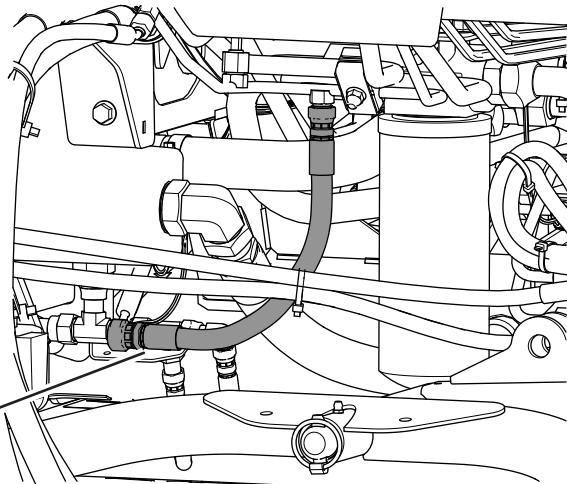

Figura 68
2. Coloque un recipiente grande debajo del acoplamiento situado en la parte inferior del depósito de fluido hidráulico (Figura 68).